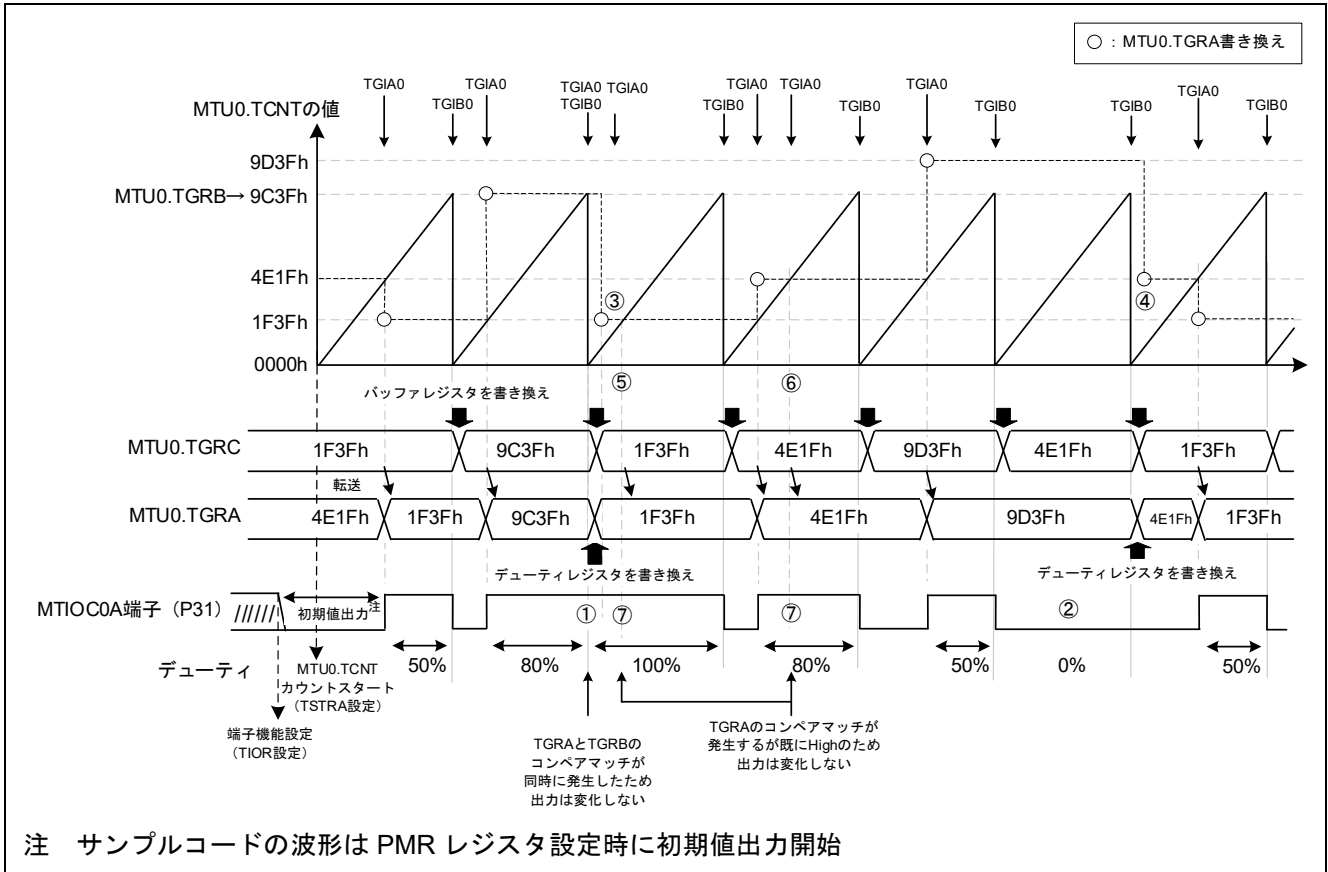

図 3-77 サンプルコードの動作
- デューティの変更タイミングの詳細は図 3-77 を参照
本サンプルコードの動作を図 3-77 に示します。周期ごとにデューティの設定を変更するため、周期レジスタ TGRB のコンペアマッチ割り込み (TGIB0) でバッファレジスタ TGRC の値を書き換え、TGRA のコンペアマッチ発生時に TGRC の値をデューティレジスタ TGRA へ転送する動作を基本としています。
TGRA の値が TGRB と同じ場合、双方のコンペアマッチが同時に発生します。コンペアマッチが同時に発生すると出力は変化しないため、High を保持しデューティ 100%が出力されます (図 3-77 ①)。
TGRA の値が TGRB よりも大きい場合、TGRA のコンペアマッチが発生しないため Low を保持しデューティ 0%が出力されます (図 3-77 ②)。
デューティ 100%を出力した場合、TGRA と TGRB のコンペアが同時に発生します。そのため、TGRC が新しい値に書き換えるタイミングがありません。デューティ 100%から 0%に切り替える場合は、TGIB0 発生時に TGRA レジスタの値を直接書き換えます (図 3-77 ③)。
デューティ 0%を出力した場合、TGRA が TGRB よりも大きいため TGRA のコンペアマッチが発生しません。そのため、TGRC の値を TGRA へ転送するタイミングがありません。デューティ 0%から 50%に切り替える場合は、TGIB0 発生時に TGRC レジスタと TGRA レジスタの値を直接書き換えます (図 3-77 ④)。
デューティ 100%から 80%へ切り替える場合、TGRB のコンペアマッチと同時に発生した TGRA のコンペアマッチを含め 2 回のコンペアマッチが発生します (図 3-77 ⑤)。
デューティ 80%から 50%へ切り替える場合、TGRA に現在の値よりも大きい値を設定します。これにより 1周期に 2 回の TGRA コンペアマッチが発生します (図 3-77 ⑥)。
High 出力中に 2 回目の TGRA コンペアマッチが発生するため波形は変化しません (図 3-77 ⑦)。